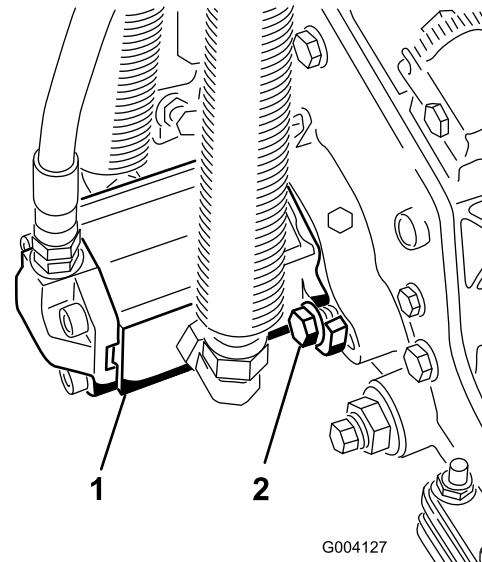

Figura 20
16. Montate il motore ruotato in senso orario in modo che le flange del motore non tocchino i bulloni (Figura 20). Ruotate il motore in senso antiorario fin quando le flange non agganciano i bulloni, quindi serrate i bulloni.